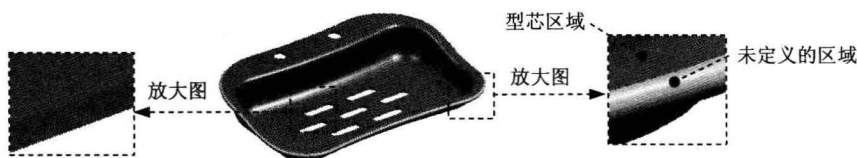

图 1.9 设置区域颜色
(1) 计算设计区域。在“检查区域”对话框中单击“计算”按钮 ，系统开始对产品模型进行分析计算。单击“检查区域”对话框中的 **面** 选项卡，可以查看分析结果。
(2) 设置区域颜色。在“检查区域”对话框中单击 **区域** 选项卡，取消选中 ☐ **内环**、☐ **分型边** 和 ☐ **不完整的环** 三个复选框，然后单击“设置区域颜色”按钮 ，设置各区域颜色。结果如图 1.9 所示。